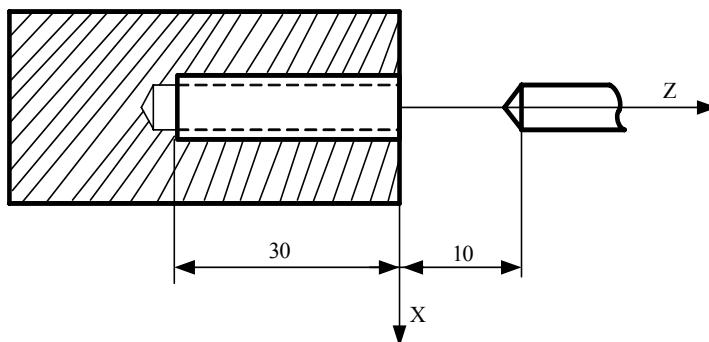

图 3-2-16-1 G33 攻丝循环
功 能1： Z 轴从起点位置 (G33代码运行前的位置) 到Z (W) 指定的终点位置的攻丝 (轨迹如图3-2-16-1所示)，主轴反方向旋转，Z 轴返回循环起点。